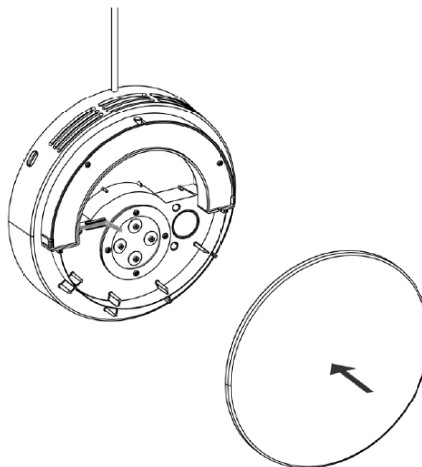

Abbildung 19 - Innere Abdeckung aufsetzen
7. Die innere Abdeckung wieder aufsetzen, siehe nachstehende Abbildung 19 unten.